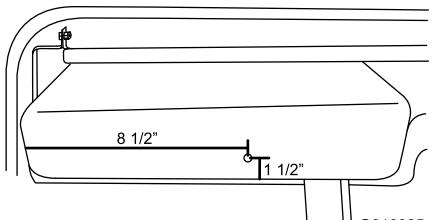

図 20
1. グローブボックスの左から 216 mm、底から 38 mm の位置に、 $5/16" \times 8$ mm の穴を開ける図 20。